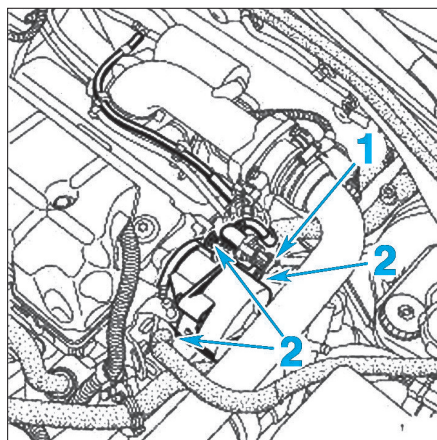

FIG. 19
- le clapet de retenue (1) (Fig.19),
- les vis de fixation (2),